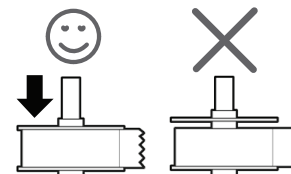

Figure 2
- Le guide de la bobine d'étiquettes doit être appuyé directement sur le rouleau, sans laisser d'espace. Voir Figure 2.
- 5 Insérez le guide du côté droit de la bobine et appuyez fermement celui-ci sur le côté du rouleau d'étiquettes, **sans laisser d'espace** entre le guide et la bobine. Voir Figure 2.